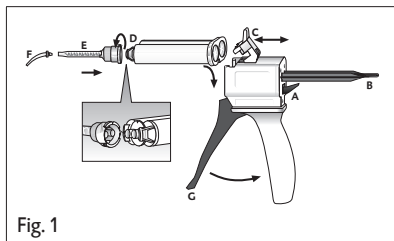

Fig. 1
1. Duw de hendel [afb. 1, pos. A] aan de achterkant van de Automix-Dispenser omhoog en trek de schuif [afb. 1, pos. B] volledig terug.
2. Klap de plastic grendel [afb. 1, pos. C] omhoog, plaats de patroon en zet die vast met de plastic grendel [afb. 1, pos. C].
1. Trek de dop [afb. 1, pos. D] van de patroon of de gebruikte mengcanule door deze 90° linksom te draaien en werp de dop weg.
2. Plaats een nieuwe mengcanule [afb. 1, pos. E].
4. Plaats een Intraoral-Tip [afb. 1, pos. F].
- ▶ Meng met de hendel [afb. 1, pos. G] van de Automix-Dispenser het materiaal in de mengcanule en breng dit direct aan.
2. Klap de plastic grendel [afb. 1, pos. C] omhoog en verwijder de patroon.